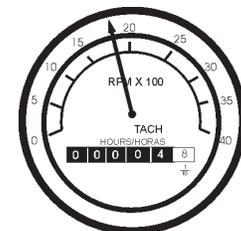

Fig. 51. Tacómetro del Motor
11. El tacómetro (Fig51) indicará la velocidad del motor cuando el generador esta operando. Bajo condiciones normales de operación esta velocidad es aproximadamente de 1600 RPM's.